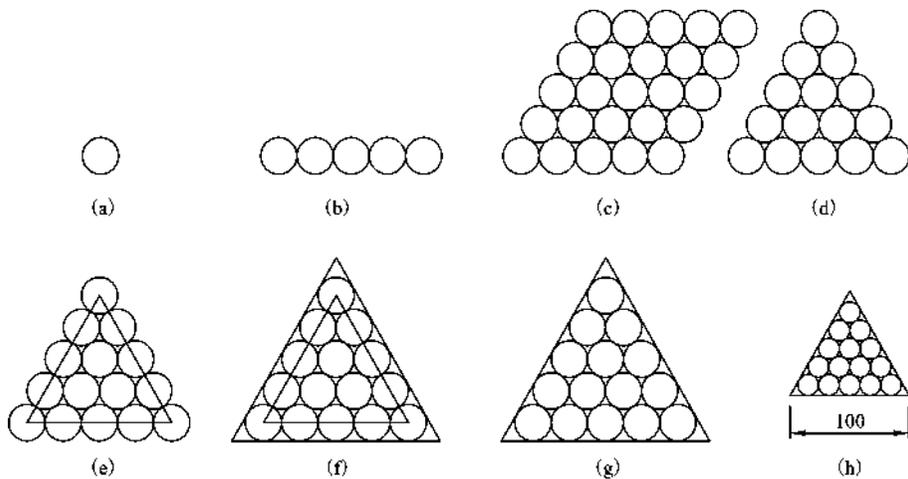

图 1-60 装饰图案分步操作
- ①绘制一个任意大小的圆，如图 1-60(a) 所示。
- ②将圆阵列成 1 行 5 列，其中列偏移为圆的直径，得到 5 个水平相切圆，如图 1-60(b) 所示。
- ③将 5 个水平相切圆阵列成平行四边形状的 25 个相切圆，其中列偏移取圆的直径，阵列角度为 $-30^\circ$ ，如图 1-60(c) 所示。
- ④将右上侧多余的 10 个圆删除，如图 1-60(d) 所示。
- ⑤用多段线连接上、左下、右下三个圆的圆心，如图 1-60(e) 所示。
- ⑥将多段线向外偏移，偏移距离为圆的半径大小，如图 1-60(f) 所示。
- ⑦删除里面的多段线，如图 1-60(g) 所示。
- ⑧用参照方式将图形缩放成边长为 100 mm 的图形，如图 1-60(h) 所示。